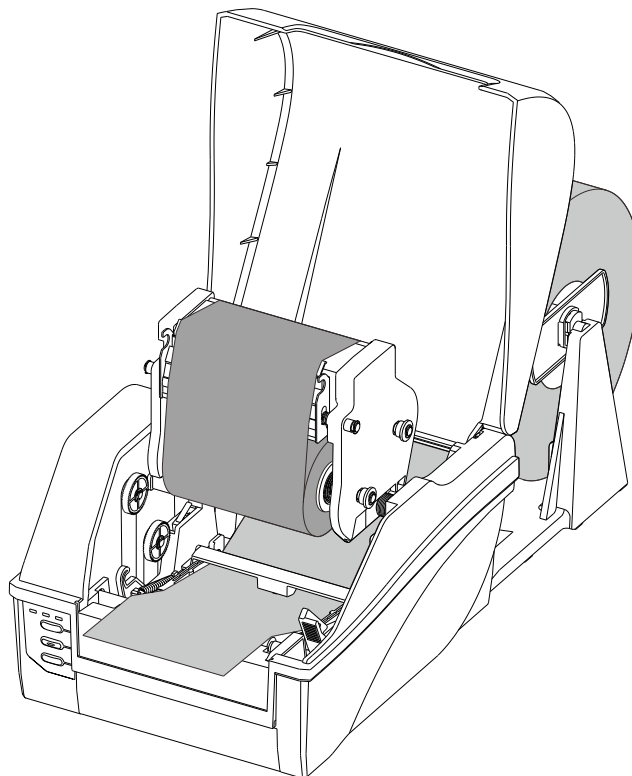

图 2-21
5. 抬起打印模组，使标签纸从纸张导向杆下方穿过并拉出，将两个纸张导向片靠紧标签纸，但不能挤压使其变形。如图 2-21 所示。